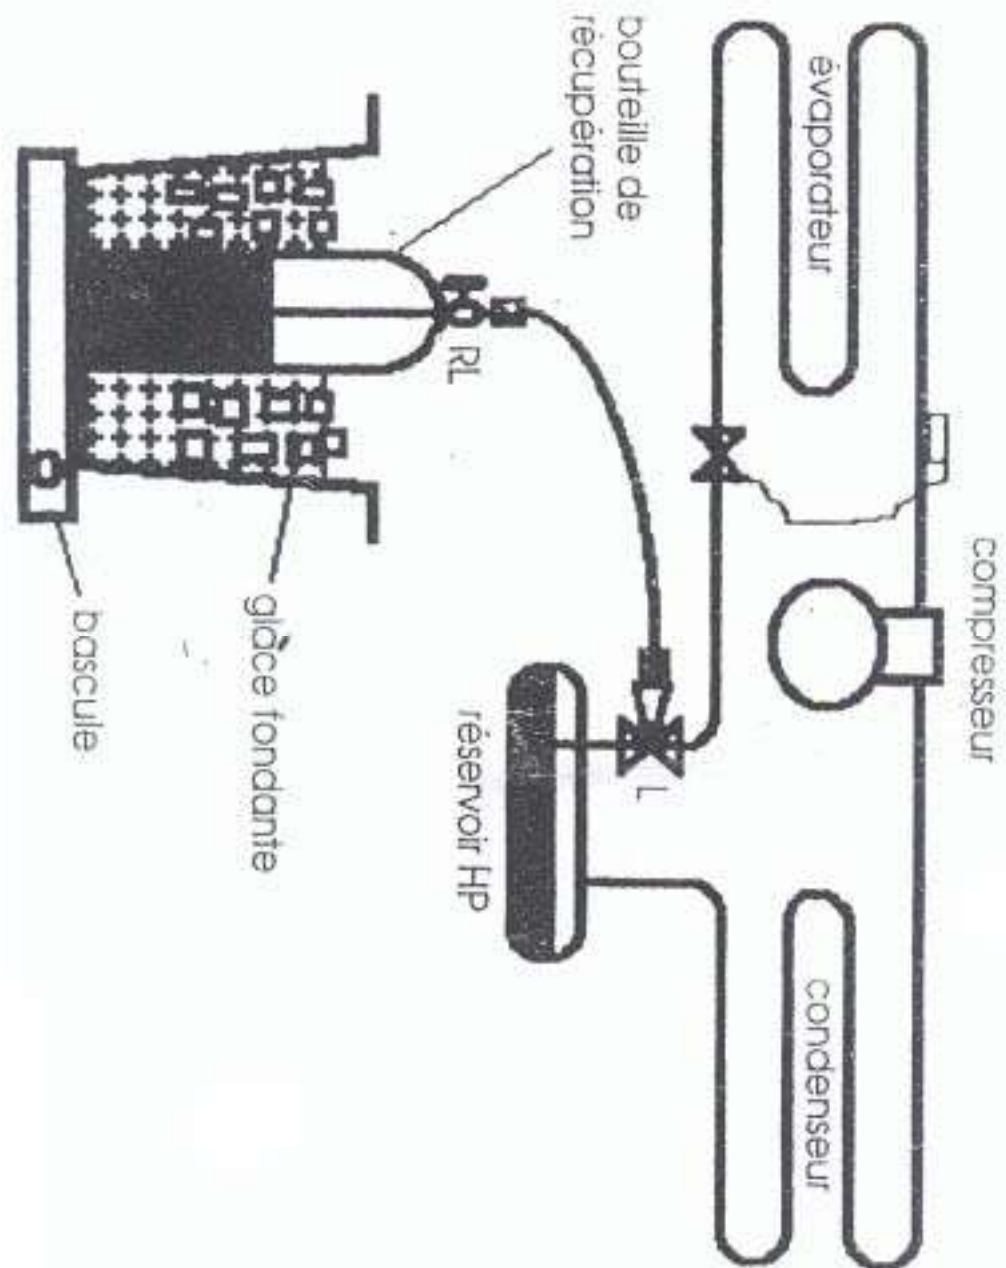

Fig.3 Transfert par refroidissement
d) Transfert en phase liquide par refroidissement (fig.3)